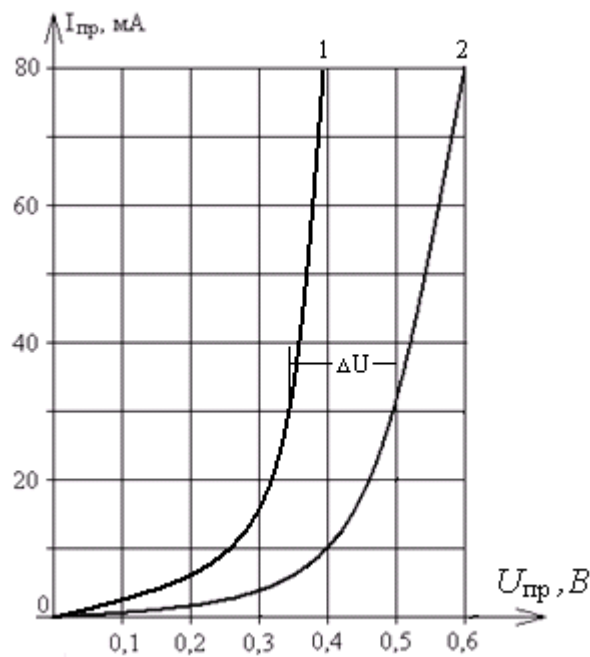

Рисунок 1.2 - Идеальная (1) и реальная (2) ветвь ВАХ диода
**Задача 1.4** По идеальной (1) и реальной (2) ВАХ диода (рисунок 1.2) требуется найти дифференциальное сопротивление открытого перехода, объемное сопротивление базы диода и полное сопротивление диода переменному току при  $I = (15 + 5 \cdot n) \text{ мА}$ . ( $n$  – последняя цифра номера студенческого билета).
1. Начертить график ветвей ВАХ (рисунок 1.2). Провести касательную к идеальной ветви в точке, соответствующей заданному току.